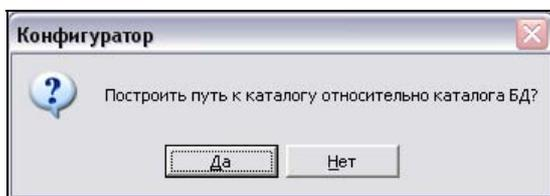

Рис. 5.64. Прописываем путь к пользовательскому каталогу
6. Появится вопрос, как на рис. 5.64.